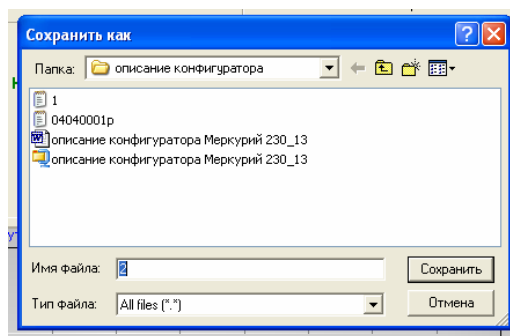

Рис.29
- в окне «Профиль мощности» нажать кнопку «Сохранить в файле». При этом появляется диалоговое окно «Сохранить как» (рис. 29);